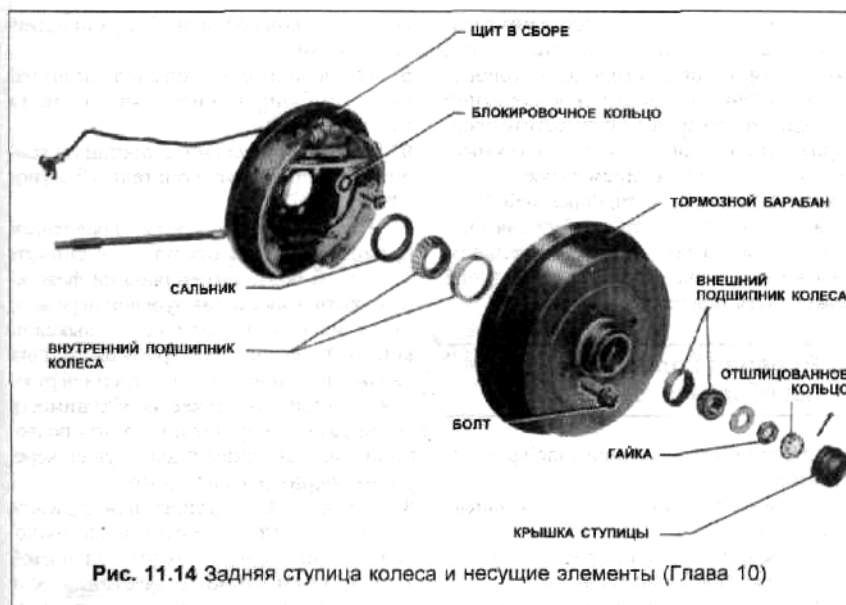

Рис. 11.14 Задняя ступица колеса и несущие элементы (Глава 10)
- 2 Снимите крышку с центра тормозного барабана (Рисунок 11.14).